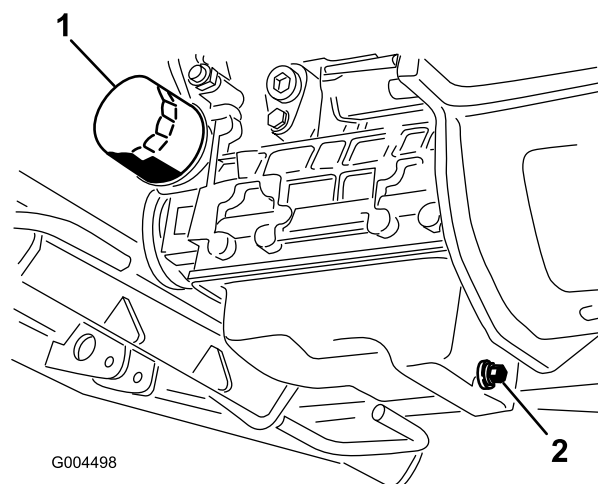

Figure 47
3. Placez un bac de vidange sous le carter en face du bouchon de vidange (Figure 47).
6. Retirez et remplacez le filtre à huile (Figure 47).